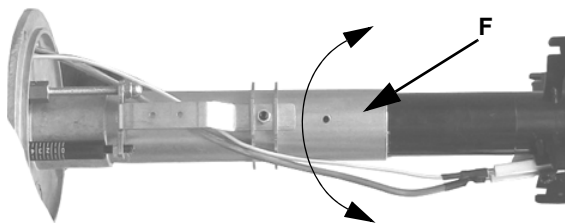
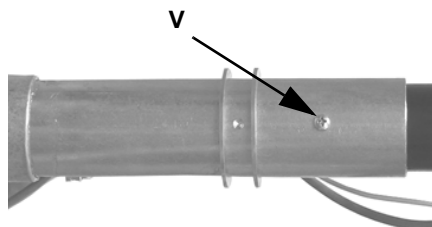

Fig. 17
Fig. 18
- 5 Rimuovere la flangia e la testa di combustione insieme (Fig. 17).
- 7 Svitare la vite **V** che fissa la testa di combustione al tubo testa, girare la testa di 180° come indicato in( Fig. 17), fino a incontrare il foro **F**, e fissare nuovamente la vite **V**(Fig. 17 - Fig. 18).